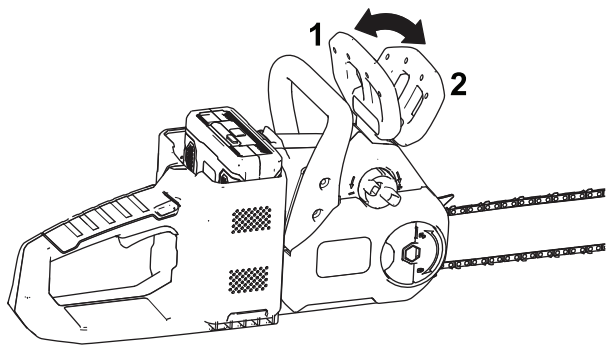

Figura 27
2. Ponga el freno de la cadena moviendo el freno de la cadena hacia adelante a la posición de PARADA (Figura 27).
4. Quite el freno de la cadena moviendo el freno de la cadena hacia atrás, a la posición de MARCHA (Figura 27).